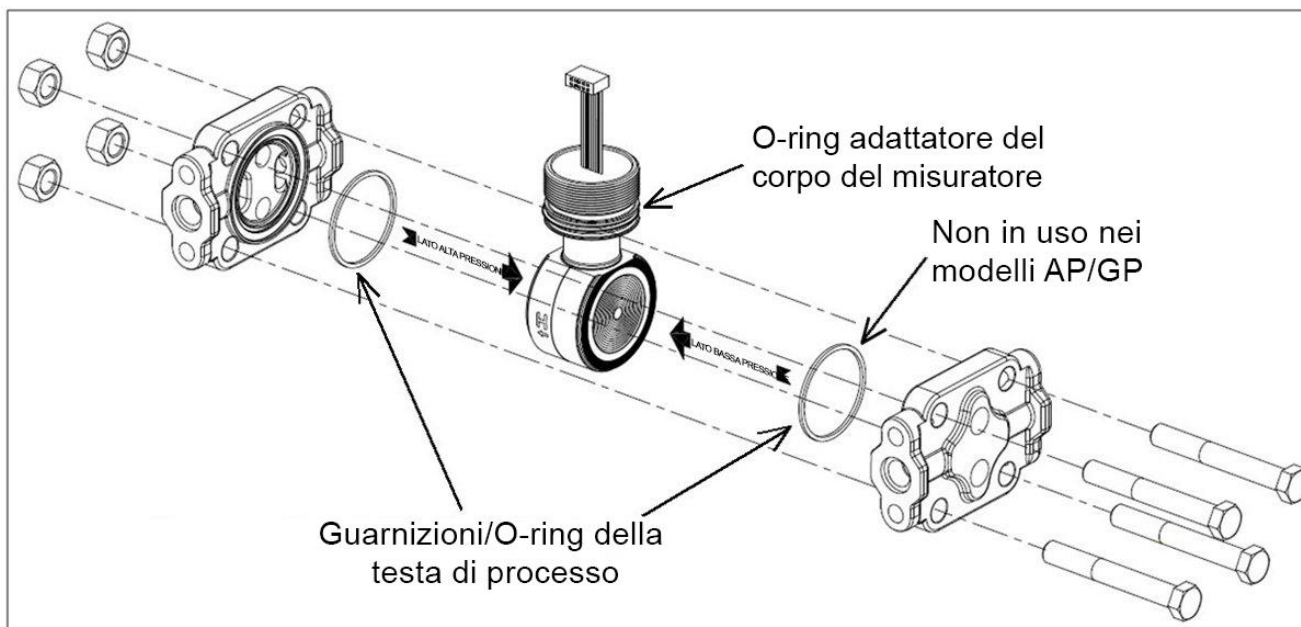

Figura 24 - Riassemblaggio del corpo del misuratore
15. Vedere la Figura 24. Applicare un grasso ai siliconi Dow Corning #33 all'O-ring dell'adattatore del corpo del misuratore e assemblare con attenzione l'O-ring al corpo del misuratore. Assemblare le teste di processo e i bulloni al nuovo corpo del misuratore. Per il momento serrare i bulloni solo con le dita.